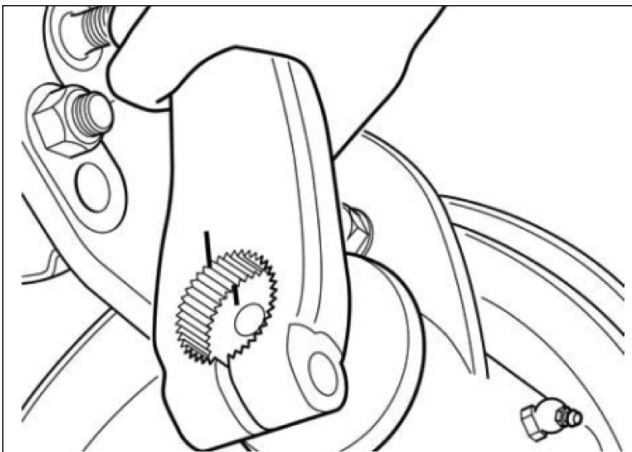

Fig. 2.22
12. Remove the lever - Fig. 2.22